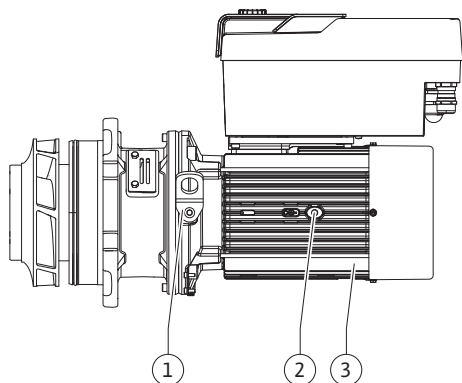

Fig. 102: Kit embrochable
13. Insérer le kit embrochable (voir Fig. 102) dans le corps de pompe jusqu'à l'ancienne position ou à un angle différent. Respecter les positions de montage admissibles des composants (voir le chapitre « Positions de montage autorisées et modification de la disposition des composants avant l'installation » ► 255).
14. L'utilisation de goujons de montage est recommandée (voir le chapitre « Accessoires » ► 250). Lorsque le guidage de la lanterne est sensiblement engagé (environ 15 mm avant la position finale), il n'y a plus de risque de basculement ou de coincement. Dès que le kit embrochable est sécurisé par au moins une vis (Fig. I/III, pos. 10 ou Fig. III, pos. 29), les éléments de fixation peuvent être retirés des œillets de transport.
15. Visser les vis (Fig. I/III, pos. 10 ou Fig. III, pos. 29) sans toutefois les serrer entièrement. Le kit embrochable s'insère dans le corps de pompe à mesure que les vis sont serrées.